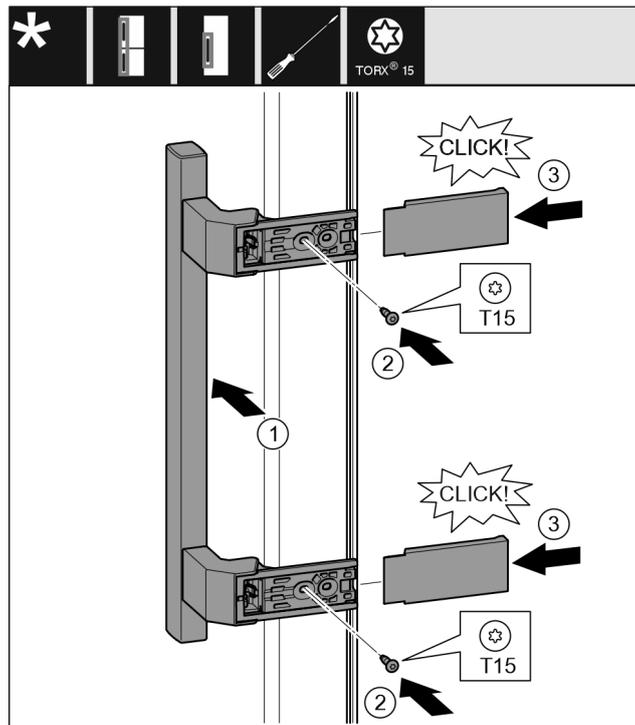

Fig. 19
- ▶ Colocar el tirador en el lado opuesto. Fig. 19 (1)
- ▶ Apretar los tornillos con el destornillador T15. Fig. 19 (2)
- ▶ Colocar las tapas en los laterales y empujarlas. Fig. 19 (3)